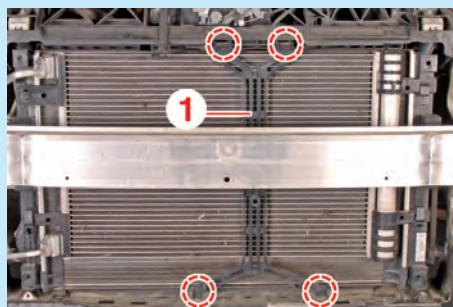

Fig.1
- Dégrafer le support (1) du condenseur (Fig.1).